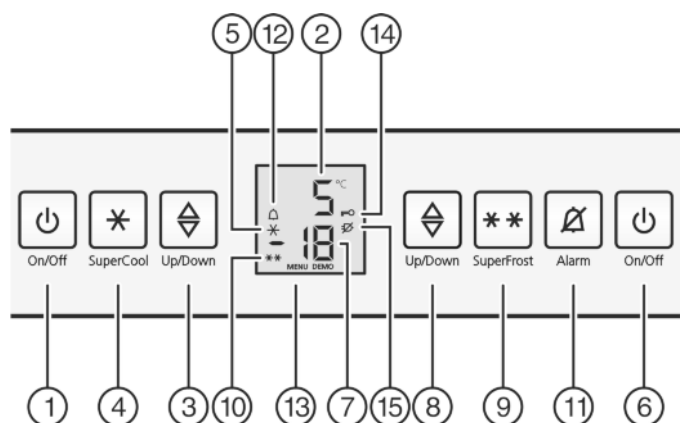

Fig. 2
- ▶ Appuyer sur la touche On/Off du congélateur *Fig. 2 (6)*.
- ▶ Appuyer sur la touche On/Off du réfrigérateur *Fig. 2 (1)*.
- ▶ Activer le mode de réglage : appuyer sur la touche SuperFrost *Fig. 2 (9)* pendant env. 5 secondes.
- ▷ Le symbole Menu *Fig. 2 (13)* apparaît dans l'affichage.
- ▶ Confirmez en appuyant brièvement sur la touche SuperFrost *Fig. 2 (9)*.
- ▷ Le symbole Sécurité enfants *Fig. 2 (14)* s'allume dans l'affichage.
- ▶ Appuyer brièvement sur la touche On/Off du compartiment congélateur *Fig. 2 (6)*.
- ▷ Le symbole Sécurité enfants *Fig. 2 (14)* s'éteint.
- ▶ Appuyer sur la touche Alarme *Fig. 2 (11)*.
L'affichage de la température clignote en même temps que le symbole Alarme *Fig. 2 (12)*.
L'avertisseur sonore s'éteint automatiquement et le symbole Alarme *Fig. 2 (12)* et l'affichage de température arrêtent de clignoter lorsque la température est de nouveau suffisamment froide.